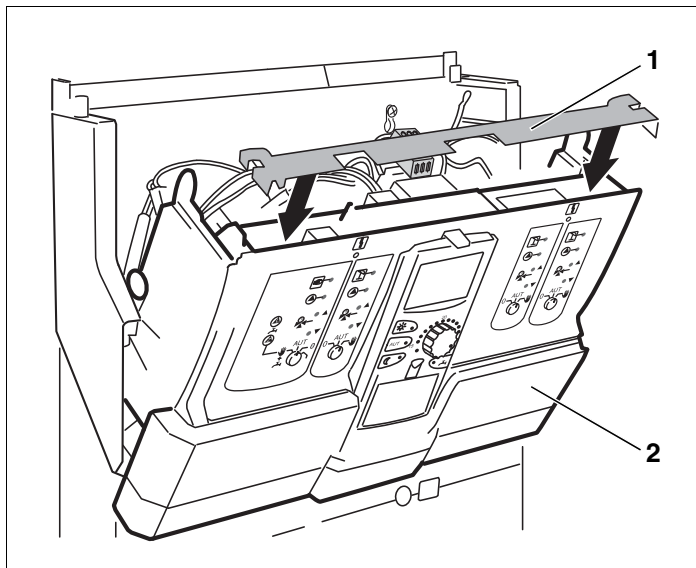

Рис. 9 Установка планки
- Установите планку (→ рис. 9, [1]) в пазы до полной фиксации.
- Установите обратно переднюю часть системы управления (→ рис. 9, [2]) до полной фиксации.